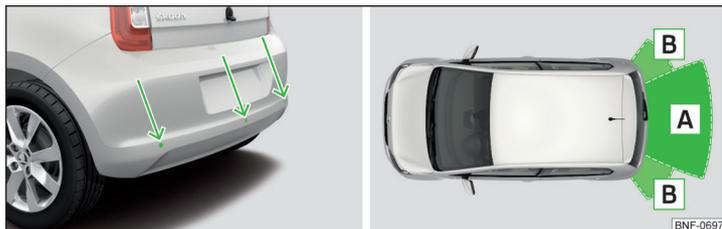

Fig. 125 Emplacement d'installation des capteurs/portée des capteurs
- Maintenir les capteurs du système » fig. 125 à la page 109 propres ainsi que dépourvus de toute neige ou glace et ne jamais les recouvrir au risque d'entraver le fonctionnement.
Le système calcule sur la base d'ondes ultrasons la distance entre le pare-chocs et un obstacle. Les capteurs à ultrason sont logés dans le pare-chocs arrière » fig. 125.
Portée moyenne des capteurs » fig. 125